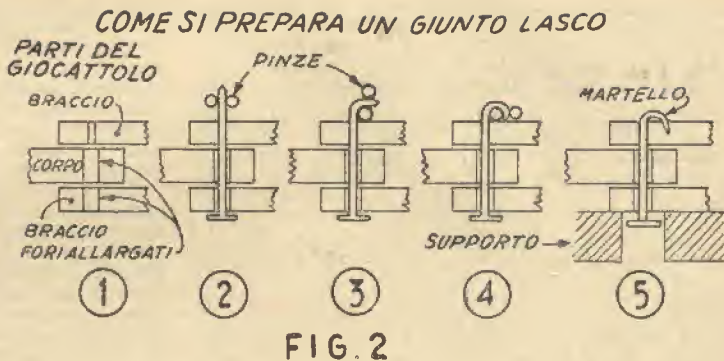

FIG. 2
**I pattini** — Questi sono di 65x24x2. Segateli e tagliate la linguetta di 0,5x0,5 lungo il bordo superiore di ognuno (fig. 2). Quindi serrateli insieme nella morsa e tagliate contemporaneamente in ambedue la curva della base, le finestre per le ali e le mortase.
c) *Giunti laschi* — Per fare giunti laschi, destinati ad unire parti che debbano muoversi liberamente intorno ad un chiodo sottile che faccia da perno, trapanate un forellino attraverso le parti da unire. Poi allargate un po' questo foro, in modo che il chiodo possa entrarvi con buon giuoco, lasciandolo però inalterato nell'ultima parte, che dovrà essere attraversata dalla punta (fig. 2 - part. 1).